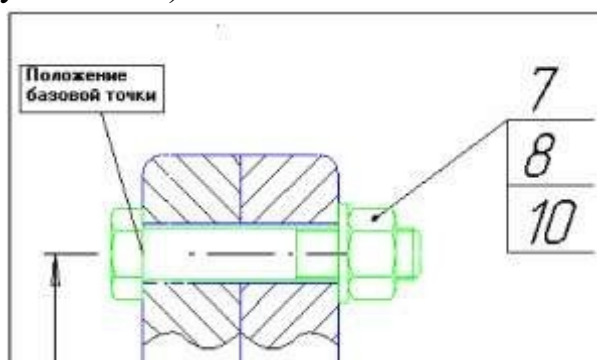

Рисунок 11.16 – Совмещение базовой точки созданного системой фантома с базовой точкой оригинала
16. В окне **Болт – Шайба – Гайка** установите флажок **Создавать объект** спецификации (рисунок 11.16) и щелкните на кнопке **Ок**. Из атрибутов
17. С помощью привязки Ближайшая точка совместите базовую точку созданного системой фантома с базовой точкой оригинала, и щелчком мыши зафиксируйте ее (рисунок 11.16).